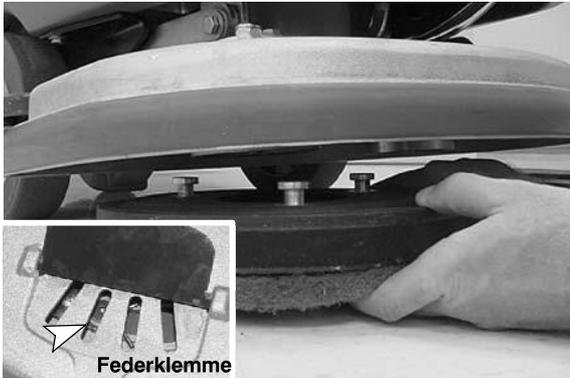

ABB. 8
4. Richten Sie Befestigungsstützen des Polierscheibenantriebs mit den Schlitzern der Motornabe aus und drehen Sie den Polierscheibenantrieb schnell herum, um die Federklemme zu aktivieren (Abbildung 8).